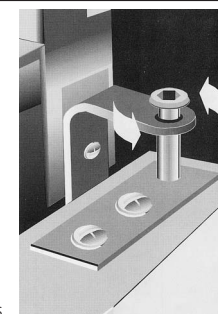

Fig 6.
- Verwijder de zeshoekige M5 schroef uit de beugel van het bovenste scharnier en druk de van een veer voorziene cartridge omlaag (afb. 6)